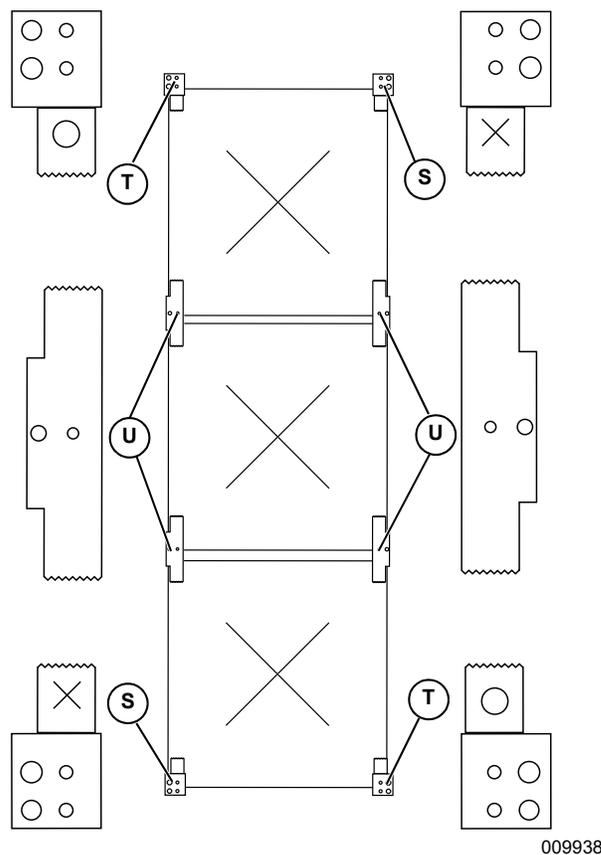

Figure 4-27. Pose des agrafes de retenue (2 de 3)
Voir **Figure 4-27**. On notera qu'il y a trois types d'agrafes de retenue : les agrafes de retenue doubles (U), les agrafes de retenue simples marquées O (T) et les agrafes de retenue simples marquées X (S).
- Poser des agrafes de retenue simples (T) (S) en haut et en bas de l'empilement.
- Poser des agrafes de retenue doubles (U) entre les rangées de modules.